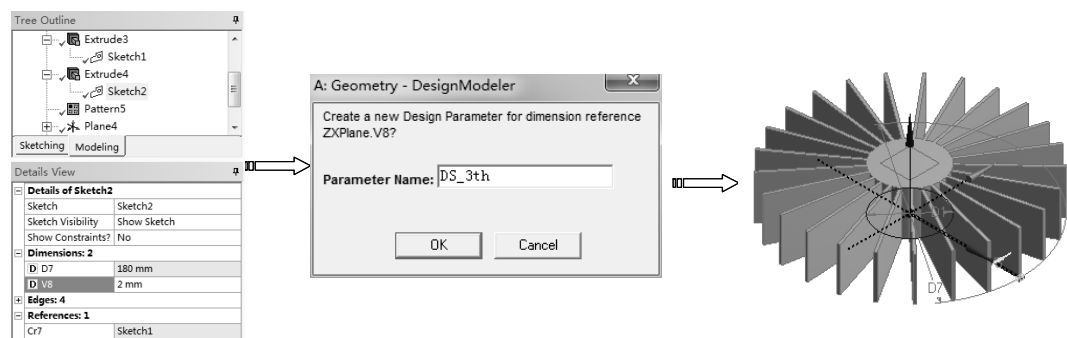

图 12-64 设置优化参数 3
6) 在设计树中选择草图 Sketch2, 在详细设置窗口中单击 V8 前的方框, 使其显示 P 符号, 表示该参数作为优化输入参数, 系统弹出参数名称设置对话框, 输入 DS_3th, 单击【OK】按钮完成, 如图 12-64 所示。